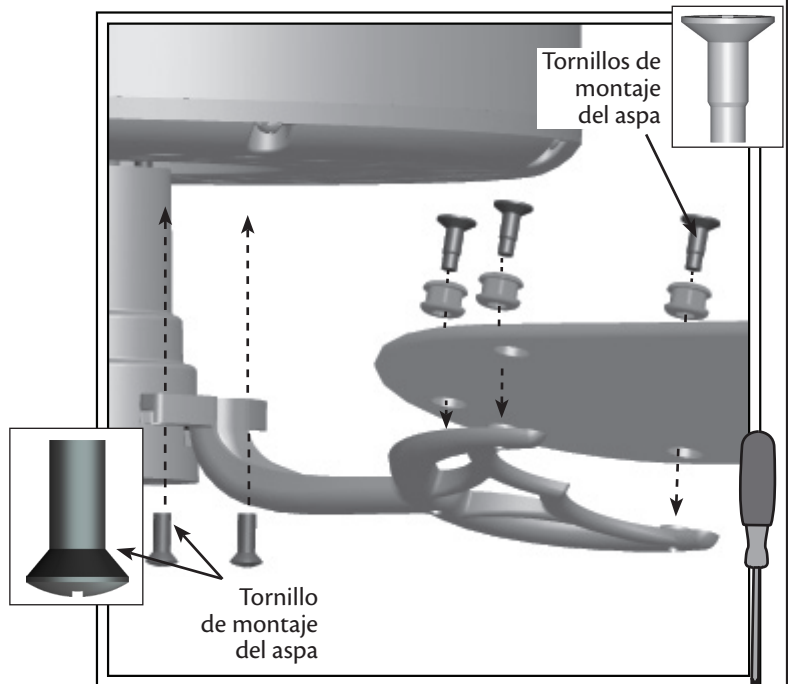

Fig. 14
2. Usando un desarmador cabeza Phillips #2, ensamble cada paleta a su soporte usando tres tornillos de ensamble que se encuentran en la bolsa de herrajes ▲ (vea la Fig. 14).
3. Para cada paleta, introduzca un tornillo de montaje de paleta, que se incluye en la bolsa de herrajes ☒, a través del soporte de paleta y fíjelo ligeramente al ventilador. Introduzca el segundo tornillo de montaje de la paleta y luego apriete firmemente ambos tornillos de montaje (vea la Fig. 14) usando un desarmador cabeza Phillips #2.